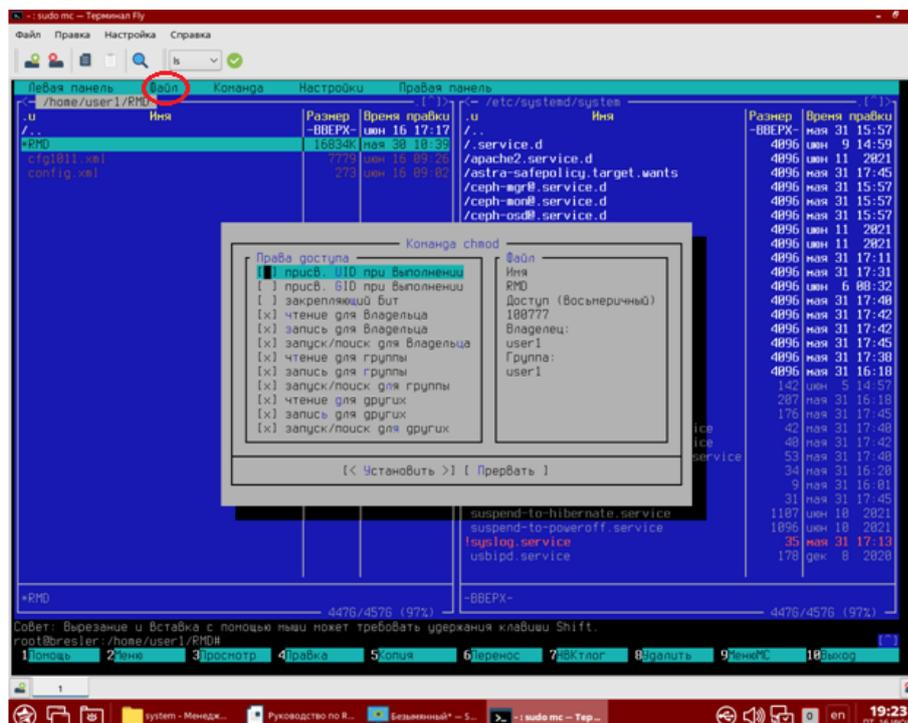

Рисунок 17 – Установка расширенных прав файлу «RMD» с помощью первого варианта
- выбрать: *Файл > Права доступа* (рисунок 17);